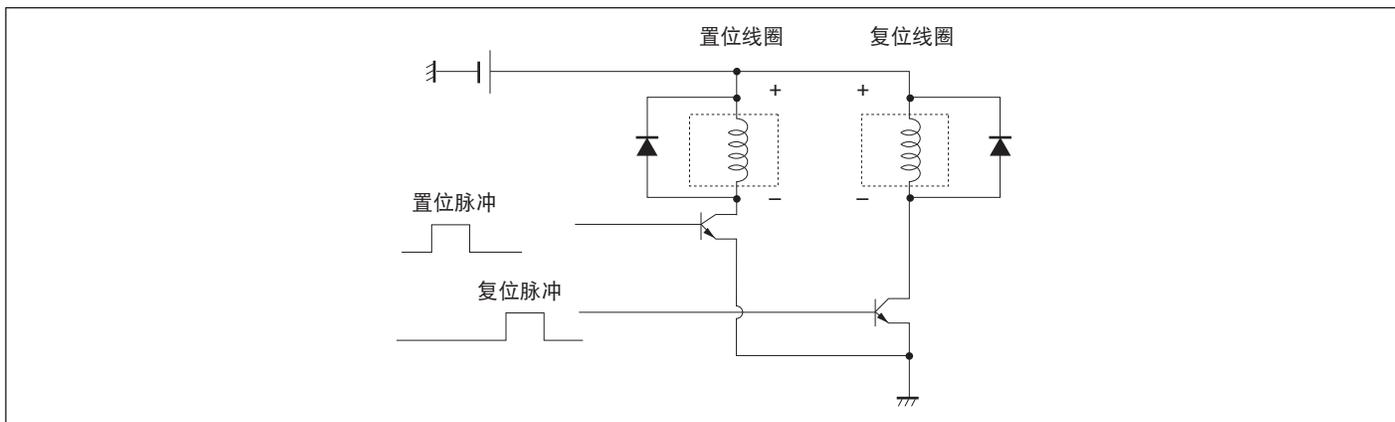

图8 磁保持继电器的驱动电路（双线圈磁保持示例）
(6) 磁保持继电器驱动电路
- ①由于继电器线圈具有电感性阻抗，当电路打开时将产生反电动势。该电压或会损坏继电器激励晶体管，因此每个线圈都并联一个二极管。但是，对于单线圈磁保持继电器，则不能使用二极管，因为线圈的电流方向是反向的。因此，如果使用单线圈磁保持继电器，应选择具有足够反向击穿电压的晶体管。
- ②磁保持继电器由脉动的线圈电压驱动。该驱动电压的脉冲宽度必须为10ms或更大。如果脉冲太短，继电器可能不工作。
- ③按继电器内部连接图所载的极性对线圈施加电压。对于双线圈磁保持继电器，施加电压时切勿使置位线圈和复位线圈同时通电。（见图8）